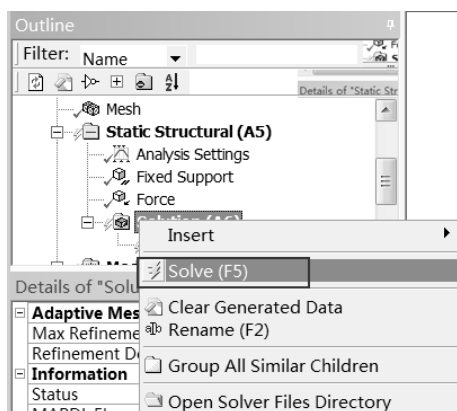

图 6-54 求解
Step6 :在 Outline (分析树) 中的 Static Structural (A5) 选项上右击 ,在弹出的快捷菜单中选择 **Solve** 命令 ,如图 6-54 所示 ,此时会弹出进度显示条 ,表示正在求解 ,当求解完成后进度条自动消失。